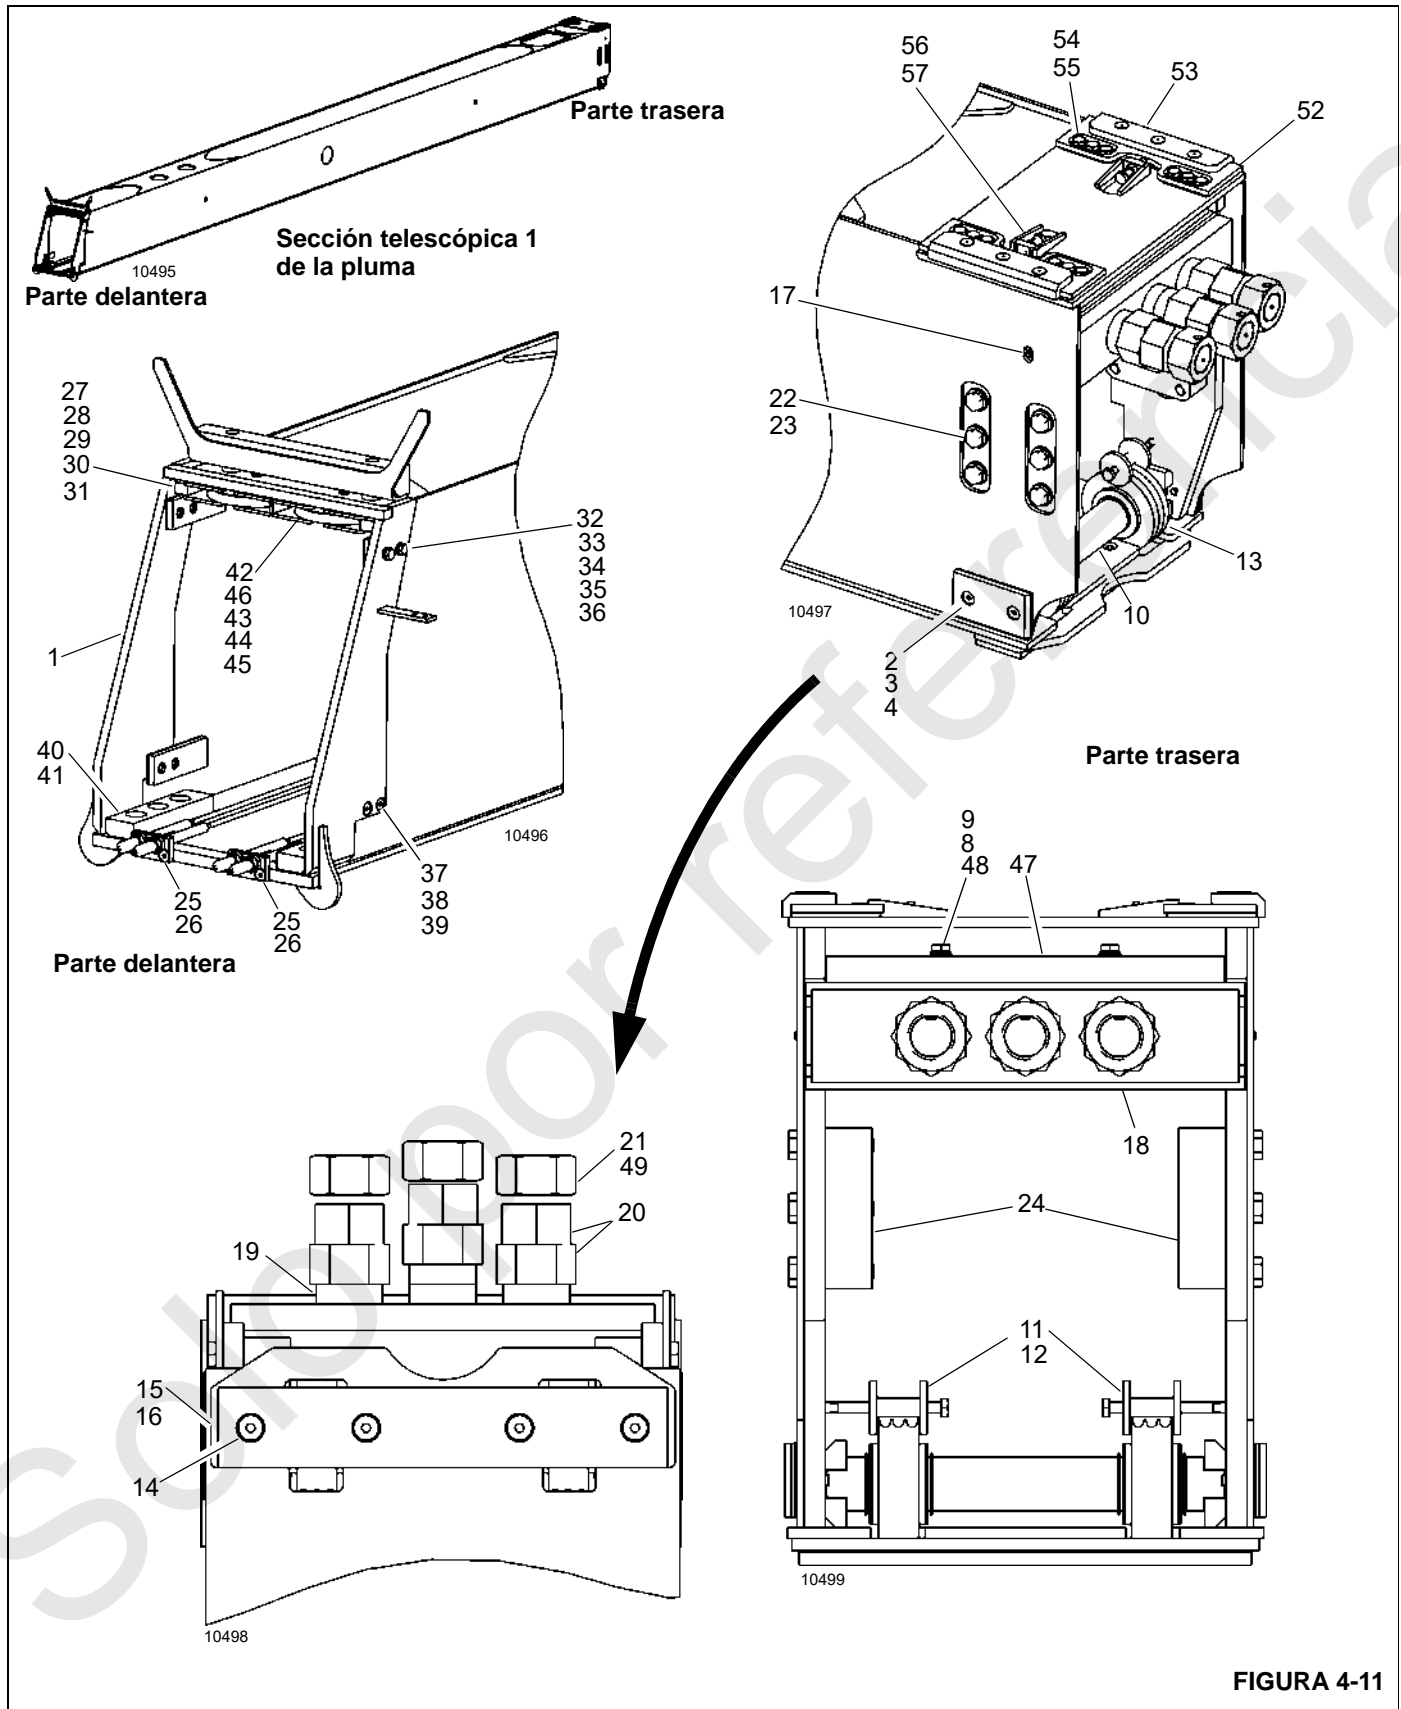

FIGURA 4-11
8. Retire los pernos (9), arandelas (10) y la cubierta de acceso (11) de la parte superior de la sección de base (1).
10. A través del agujero de acceso en la parte superior trasera de la sección de base, retire los tornillos de ajuste (56, Figura 4-11) y las tuercas (57) de la parte superior de la sección telescópica 1. Retire los pernos (54), arandelas (55), placas de montaje (52) y las almohadillas de desgaste (53).
Utilice las instrucciones en esta sección para retirar las secciones telescópicas 2, 3 y 4 de la sección telescópica 1 (1, Figura 4-11).
FIGURA 4-11 continuación
Tabla 4-2 Lista de artículos de la sección telescópica 1 de la Figura 4-11 pluma
Tabla 4-2 Lista de artículos de la sección telescópica 1 de la Figura 4-11 pluma (continuación)
- a. Retire los anillos elásticos (3) y las arandelas (4).
- b. Quite las poleas de retracción 3/2/1 (2).
- c. Retire los cojinetes (1) de las poleas de retracción 3/2/1.
- d. Saque los tapones (6).
6. Retire cuatro pernos (14, Figura 4-11), dos suplementos (15) y la almohadilla de desgaste (16) de la parte inferior de la sección telescópica 1 de la pluma (1).
7. Retire los pernos de cabeza hueca (17) y el anclaje del cable de extensión (18). Marque la posición de las tuercas que fijan los cables de extensión 2/3/4 a la base de la sección telescópica 1 de la pluma.
8. Retire las tuercas (21), las tuercas hexagonales (20), los espaciadores (19), los tornillos de fijación (49) y el conjunto de anclaje de cable (18) de los cables de extensión 2/3/4.
9. Retire los pernos (22), arandelas (23) y la placa de muñón (24).
10. Retire los pernos (25) y los anclajes (26) de cable de retracción 4/3/2 de la punta delantera de la sección telescópica 1 de la pluma (1).
12. Retire y marque los pernos (27), arandelas (28), arandelas de seguridad (29), suplementos (30) y las almohadillas de desgaste (31) de la parte superior delantera de la sección telescópica 1 de la pluma (1).
13. Retire y marque los pernos (32), arandelas (33), arandelas de seguridad (34), suplementos (35) y las almohadillas de desgaste (36) del interior de los lados delanteros de la sección telescópica 1 de la pluma (1).
14. Retire y marque los pernos (37), suplementos (38) y las almohadillas de desgaste (39) de la parte interior de los lados delanteros de la sección telescópica 1 de la pluma (1).
15. Retire y marque los pernos (40) y las almohadillas de desgaste (41) de la parte interior de los lados delanteros de la sección telescópica 1 de la pluma (1).
16. Tire del conjunto de caja de poleas de cables sincronizadores (42) para sacarla de la punta superior de la sección telescópica 1 de la pluma (1) y permita que la caja de poleas y los cables reposen encima de la sección telescópica 2 de la pluma.
19. Retire el cable sincronizador de la parte superior de la sección telescópica 2 de la pluma. Deslice la polea de la base superior central (36, Figura 4-14) hacia atrás y quítela. Tire del bucle de cable hacia adelante y quítelo del retenedor de polea. El cable ahora está libre en la parte trasera de la pluma. Empuje las dos poleas hacia adelante y quítelas de la caja de poleas de cables sincronizadores (42, Figura 4-11) sobre la sección telescópica 2 de la pluma. Los bucles de los cables ahora se pueden tirar hacia atrás para sacarlos de la caja de poleas y el cable sincronizador queda libre. Elimine las rebabas que estén presentes en los extremos planos de los pasadores para evitar daño al cojinete de la polea y quite los pasadores de las poleas de la punta (45).